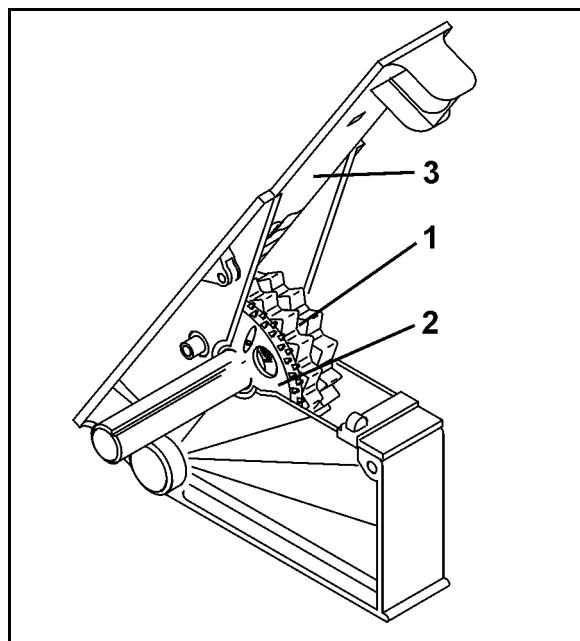

Рис. 12
- высевающей катушки Рис. 12/1) для обычных семян и
- высевающей катушки (Рис. 12/2) для мелких семян.
Заслонки (Рис. 12/3) имеют 3 регулировочные положения и должны устанавливаться в зависимости от посевного материала.